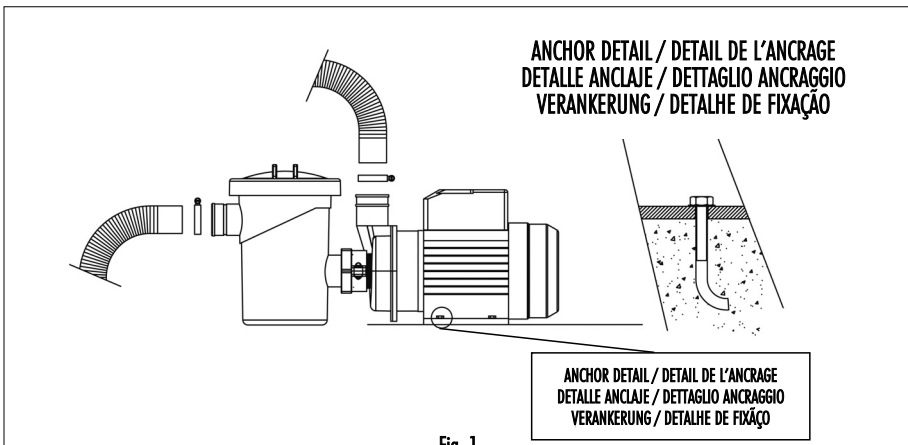

Fig. 1
- Todas as bombas estão equipadas com uma base com orifícios para poderem ser instalados no solo através de uma fixação (Fig. 1).
- Ligue os terminais da bomba às mangueiras correspondentes, prendendo-as muito bem com as braçadeiras. (Fig.1).